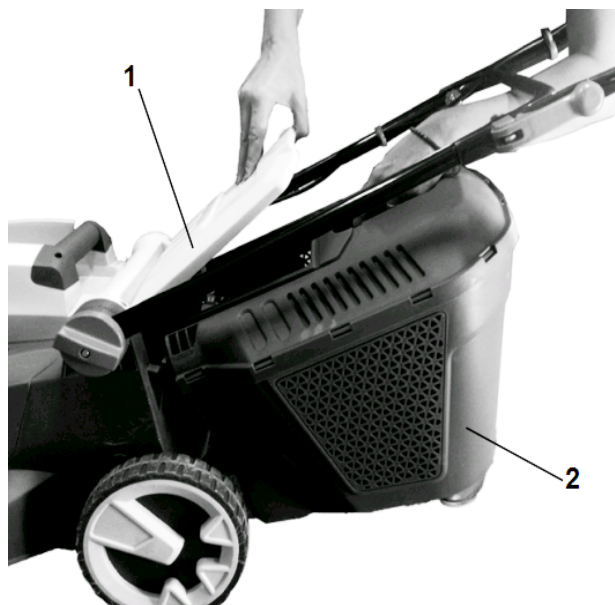

Рис.5
Для монтажа травосборника откиньте крышку (1) Рис.5. Совместите выступы в корпусе травосборника с пазами на корпусе газонокосилки, слегка нажмите и зафиксируйте травосборник (2).